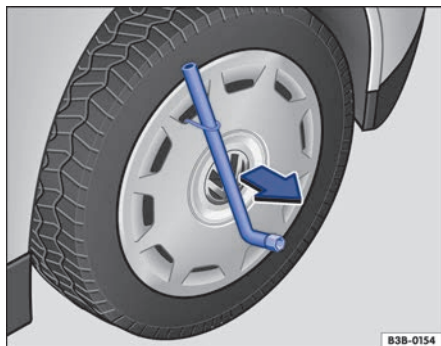

Fig. 223 Desmontar el tapacubos integral.
- Introduzca la llave de rueda por el gancho de alambre → fig. 223 y tire del tapacubos en el sentido de la flecha.